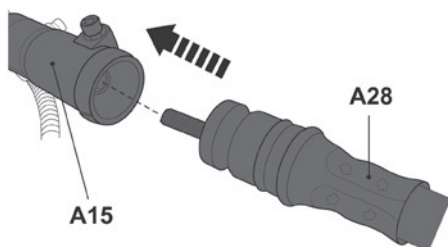

Fig. 4
- > Inserte el extremo ranurado del tubo flexible (A28) por completo en la barra superior (A15) (Fig. 4). Asegúrese de que la varilla interior se acopla correctamente dentro del conector cuadrado.